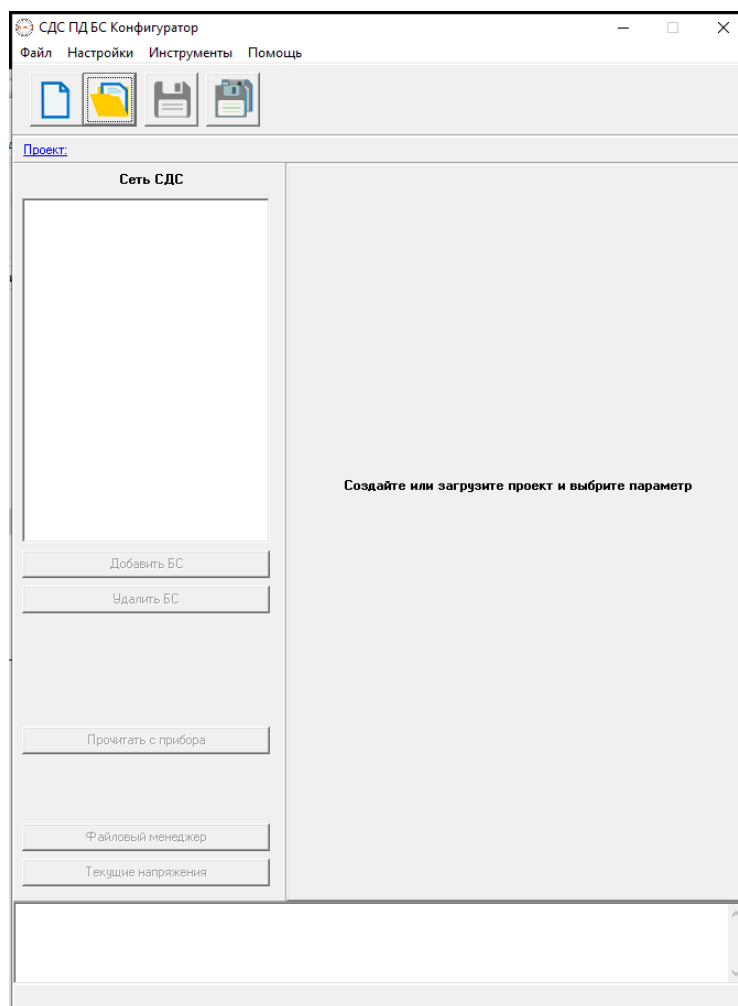

Рис.1.2
1.3. После успешной установки запустить программу sdccfg (Конфигуратор) (рис.1.2).